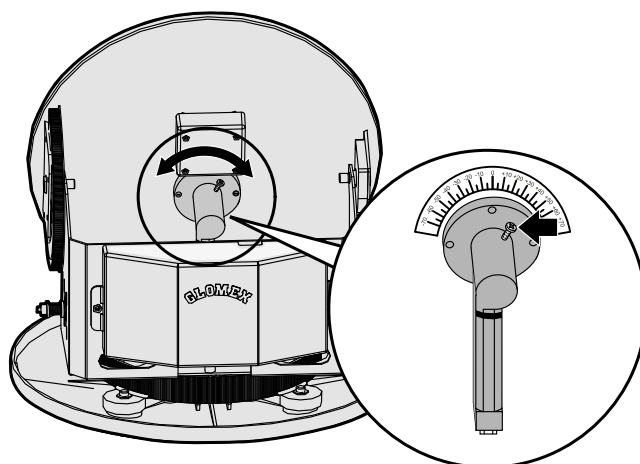

Fig. 25
- allentare la vite che tiene bloccato l'LNB al disco (vedi Fig. 25) e muovere manualmente lo stesso cercando come riferimento per la giusta calibrazione il parametro di signal quality del ricevitore